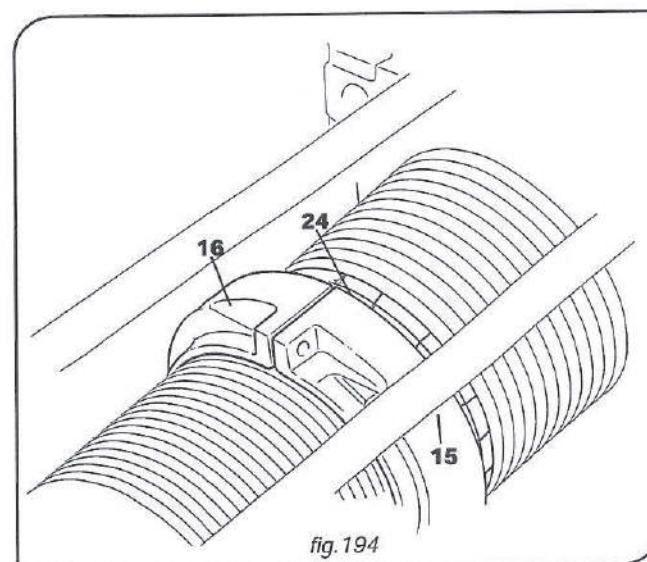

fig.194
12. Remover las semi-abrazaderas -15- (lado opuesto salida cuerda) y -16- (lado salida cuerda) teniendo cuidado de no perder los respectivos deslizadores apretacuerda -24- (fig. 194).